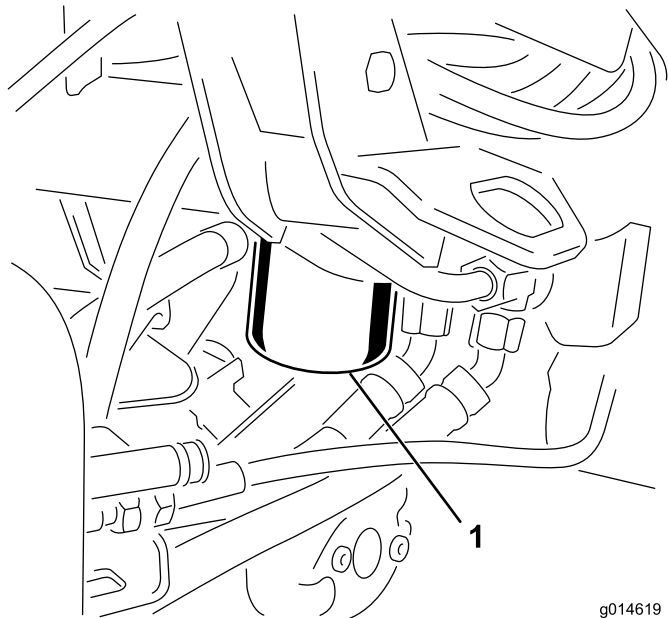

图51
1. 清洁过滤器安装区周围的区域（图51）。在过滤器下面放置一个放油盘并拆下过滤器。